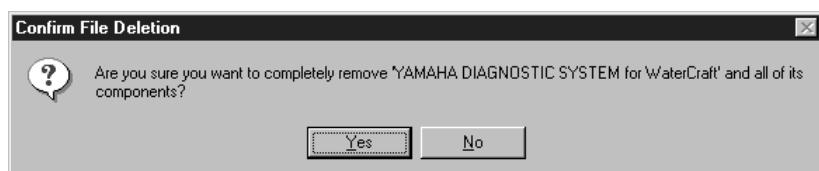

Fig. 68
5. Click the **Yes** button in the confirmation window to uninstall the utility software. To cancel the uninstall operation of the utility software, click the **No** button. (See figs. 68–70.)
5. Cliquer sur le bouton **Yes** dans la fenêtre de confirmation pour désinstaller le logiciel. Pour annuler l'opération de désinstallation du logiciel, cliquer sur le bouton **No** (voir les figures 68–70).
5. Haga clic en el botón **Yes** de la ventana de confirmación para desinstalar el programa. Para cancelar la operación de des instalación del programa, haga clic en el botón **No**. (Ver figs. 68–70.)